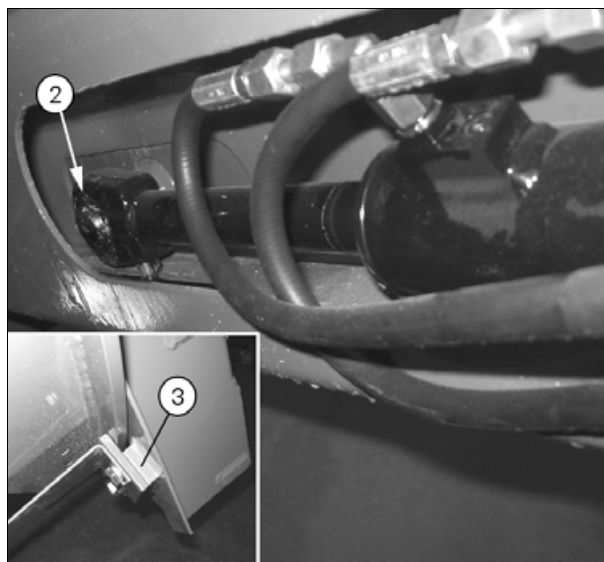

Рис. 2.
- При установке направляющей (3) (рис. 2) используйте регулировочные прокладки, чтобы обеспечить свободное вращение соединительного устройства без излишнего люфта.